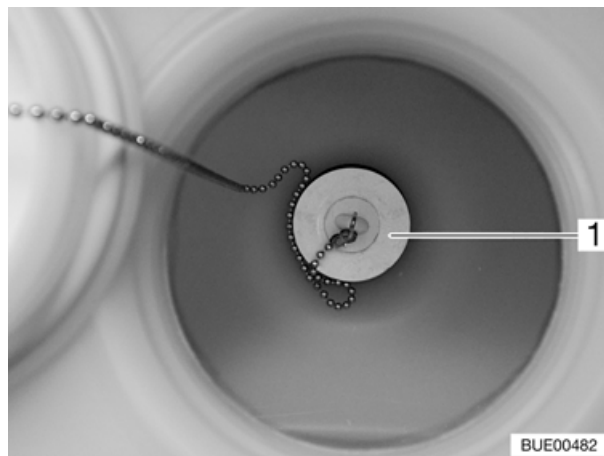

Fig. 84 Serbatoio dell'acqua potabile, tappo di chiusura
- Chiudere l'apertura di scarico nel serbatoio dell'acqua potabile con il tappo di chiusura (Fig. 84,1) in dotazione.